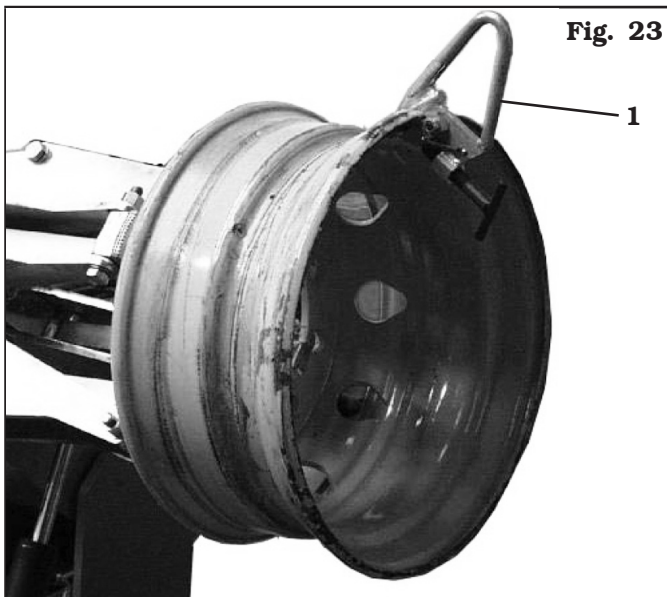

Fig. 23
- Montar la mordaza (**Fig. 23 ref. 1**) en el borde exterior de la llanta en el punto más alto como se indica en la **Fig. 23**.
- Montar la mordaza (**Fig. 23 Ref. 1**) en el borde exterior de la llanta en el punto más alto.